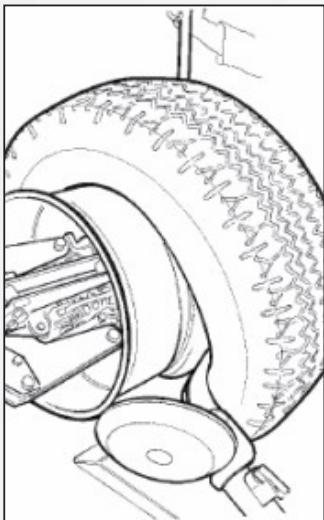

Рисунок 18
- поверните съемный рычаг на 180° и вставьте его между диском и бортиком (см. рис. 18). Перемещайте его, пока бортик не окажется на краю диска (лучше делать это на врачающемся колесе).